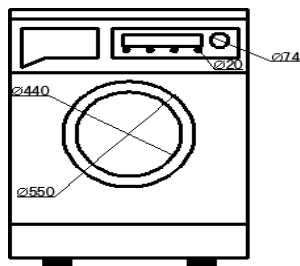
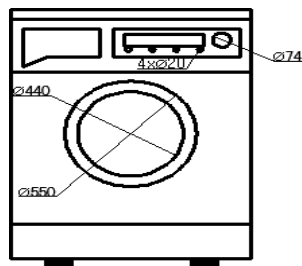

图 17.6.26 创建直径标注
图 17.6.27 编辑直径标注
Step4. 用 **标注(D)**  **直径(D)** 命令创建直径标注。完成后的图形如图 17.6.26 所示；双击 $\phi 20$ 的尺寸，在绘图区域的文本框中输入 $4 \times \%C20$ ；单击“关闭位子编辑器”按钮，标注文字就会变成 $4 \times \phi 20$ ，如图 17.6.27 所示。